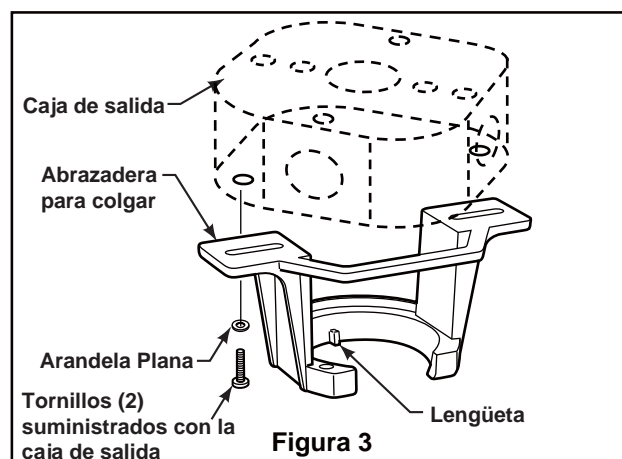

Figura 3
Uso del soporte (Figura 3)
3. Extraiga las tres pestañas estabilizadoras y la bolsa de plástico del motor. Deshágase de las pestañas estabilizadoras. (Figura 3)
1. Fije bien la abrazadera para colgar a la caja de salida (no se incluye) con los tornillos y las arandelas provistas con la caja de salida. (Figura 3)
2. Una vez realizadas las conexiones, gire los conductores hacia arriba y, con cuidado, colóquelos dentro de la caja de salida; con los conductores blancos y verdes hacia un lado y los conductores negros hacia el otro. Los cables deben separarse, el conductor con conexión a tierra y el conductor con conexión a tierra del equipo hacia un lado de la caja de salida, y el conductor sin conexión a tierra hacia el otro. (Figura 3)
3. Extraiga uno de los tres tornillos del ensamblaje de la placa de iluminación y guarde los tornillos para pasos posteriores. Afloje levemente los otros dos tronillos. (Figura 3)
3. Para que el ventilador sea funcional, instale las pilas (incluidas) de 23A/12V en el transmisor del mando a distancia. Mientras el ventilador esté apagado. A continuación, siga el proceso de fijación remota de código. Si no se utiliza el ventilador durante un largo periodo de tiempo, extraiga la batería para evitar cualquier daño al transmisor. Almacene el mando a distancia en un lugar alejado del calor o la humedad excesiva. (Figura 3)